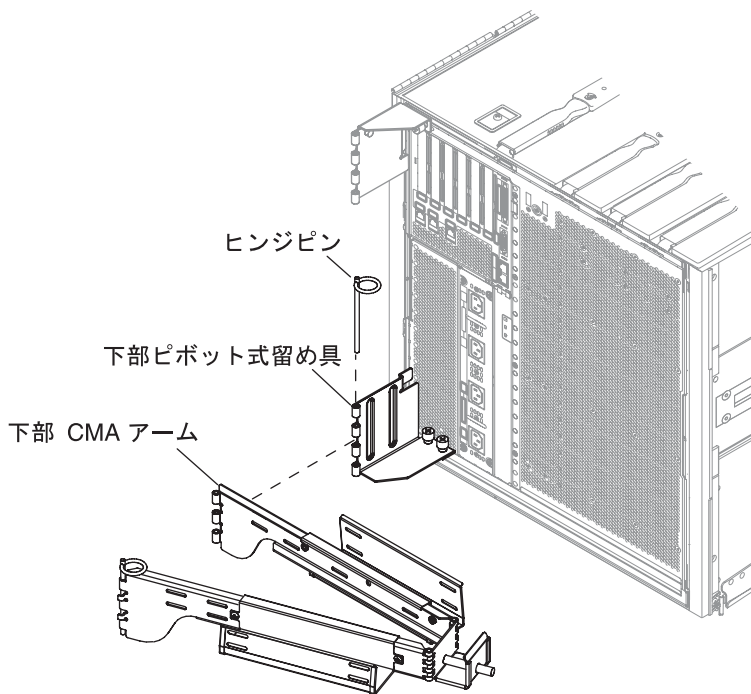

図 1-20 下部の CMA アームおよびピボット式留め具の取り付け
6. 留め具をシャーシに取り付けてから、前の手順で取り外したヒンジピンを使用して、下部 CMA アームを止め具に固定します (図 1-20)。